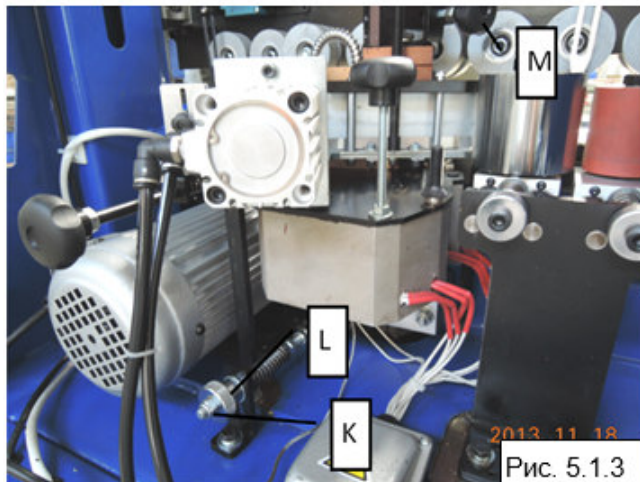

Рис. 5.1.3
Заготовка движется по транспортеру через копирующий ролик D (Рис. 5.1.1), посредством которого через зубчатую передачу L производится подача ленты (Рис. 5.1.3). Таким образом лента подается точно к заготовке.
- Ручка L используется для перемещения клеевой ванны вперед-назад. Она затянута на заводе, чтобы избежать повреждений при транспортировке. Для использования механизма полностью ослабьте ручку, пока не достигните гайки К (Рис. 5.1.3).
Гайка К отрегулирована на заводе и менять её положение ЗАПРЕЩАЕТСЯ (Рис. 5.1.3).
5.2.1 Регулировка количества наносимого клея (Рис. 5.1.3)